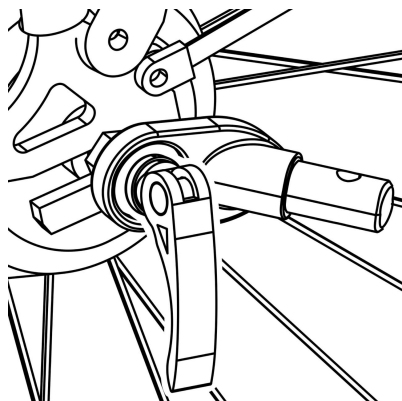

Figura 1
**1. Eje de liberación rápida:** Retire la liberación rápida del lado izquierdo del eje trasero de la bicicleta. Instale el enganche entre la liberación rápida y el cuadro. Apriete la liberación rápida siguiendo las instrucciones del manual del fabricante de la bicicleta. El enganche puede permanecer en la bicicleta al retirar el remolque (Figura 1).